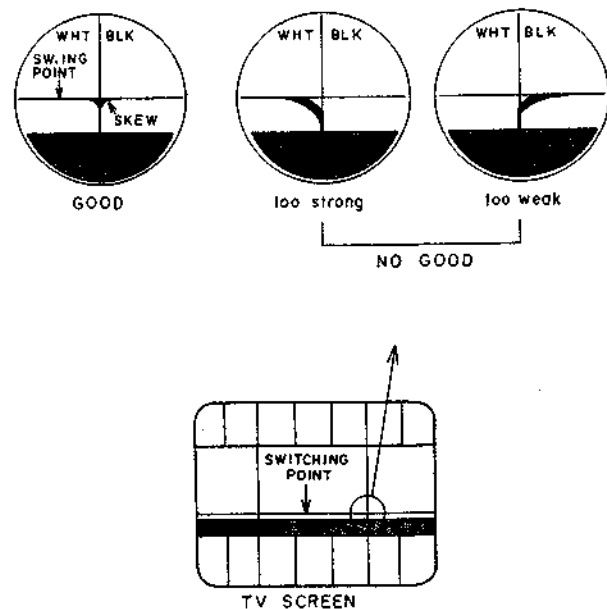

Fig. 5-2
- 7) Observe the TV screen and adjust V-HOLD for TV so that switching point appears on the TV screen as shown in Fig. 5-2.
- 7) Observer l'écran de télévision et régler la stabilité verticale de TV de manière à ce que le point de commutation apparaisse sur l'écran de la manière illustrée à la Fig. 5-2.